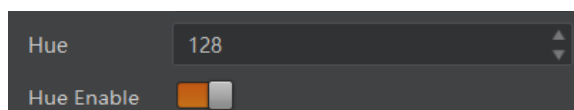

图12-8 调节色调
3. 在 *Hue* 参数中输入需要设置的数值，参数范围为 0 ~ 255，如图 12-8 所示。